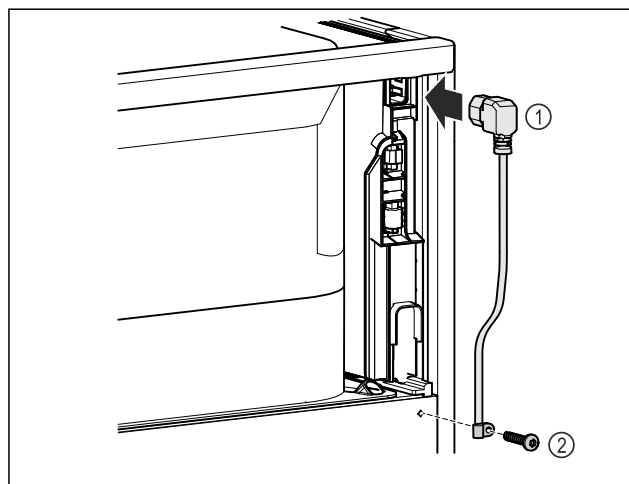

Fig. 11
- ▶ Podłączyć gniazdo przewodu zasilającego Fig. 11 (1) urządzenia chłodzącego z tyłu urządzenia.
- ▶ Zamontować odciążenie. Fig. 11 (2)